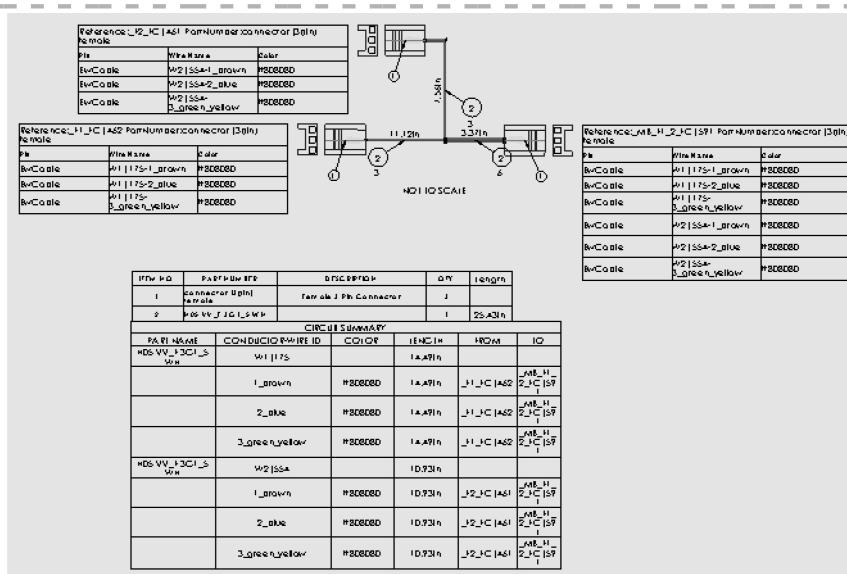

图 1-19 更新工程图
**步骤26 更新工程图** 使用 Ctrl + Tab 返回平展后的线束实体，线束的长度会在线束改变后自动更新，如图 1-19 所示。